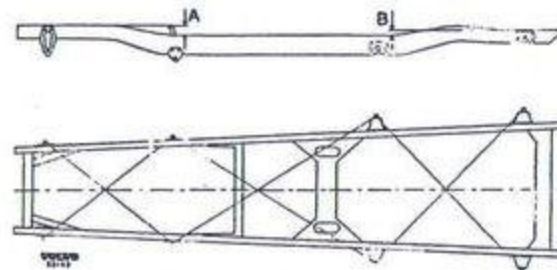

Bild 141. Mätning av ram.
mått A (bild 141)	75 mm
mått B (bild 141)	30 mm
3. Rita ett snöre och sträck det diagonalt mellan två av punkterna. Lyft lite i snörets mitt och låt det slå i golvet, varvid ett kritstreck avsätts mellan punkterna. Gör på samma sätt streck mellan de övriga punkterna så att diagonalinjer bildas enligt bild 141. Dre även mittlinjen. Är ramen rät skall diagonalernas skärningspunkter ligga på mittlinjen.
Missläns att ramen är krokig i höjdlid eller skev ställs bilen på ett plant, rent golv och klotar placeras under axlarna så att sidobalkarnas raka överkanter kommer parallellt med golvet. Därefter mäts måtten "A" och "B" bild 141. Visar dessa större avvikelser än 5 mm skall ramen riktas.